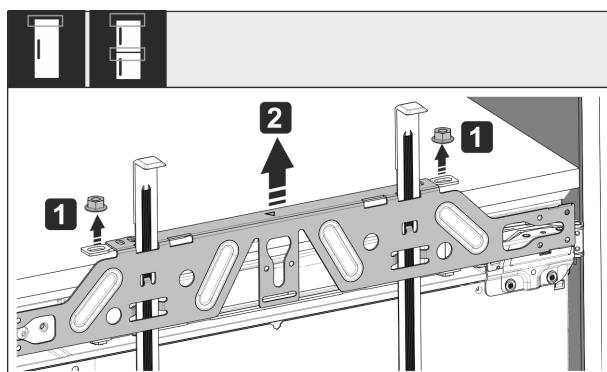

Fig. 58
- ▶ Uvoľnite poistné maticy Fig. 58 (1).
- ▶ Odoberte upevňovaciu traverzu Fig. 58 (2).